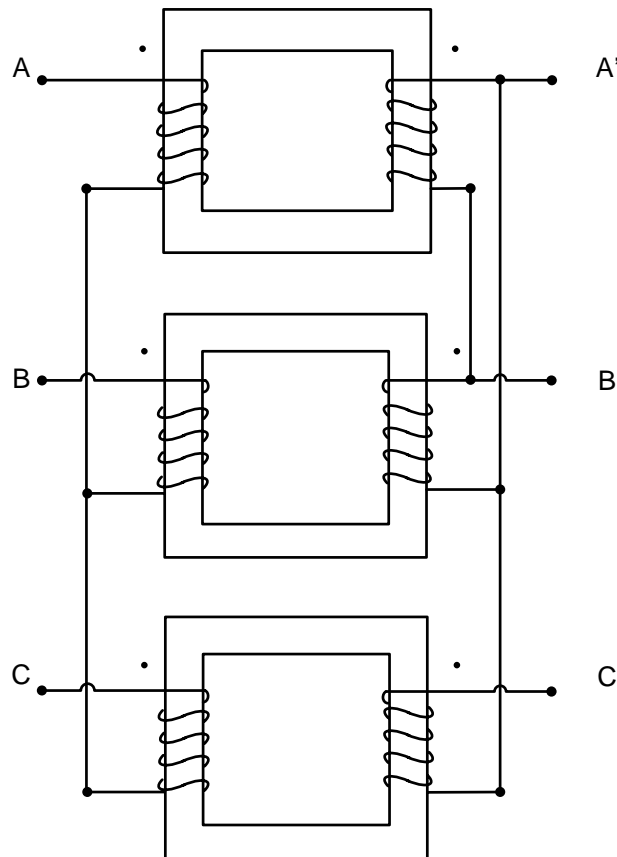
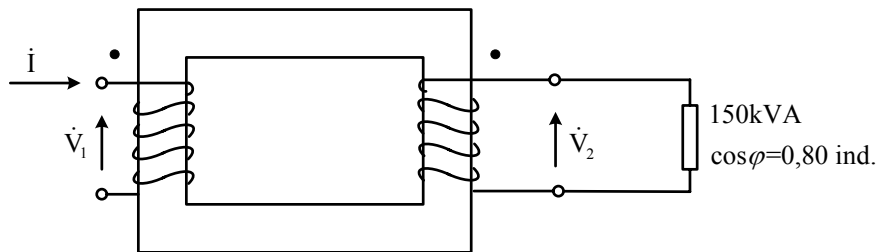

Figura 28 Conexão estrela – triângulo
Figura 29 – Circuito de uma fase
Estes transformadores são utilizados para a montagem de um banco trifásico na ligação estrela – triângulo, como mostra a Figura 28.
- b) Na resolução de um problema envolvendo um banco trifásico de transformadores, convém analisar o que ocorre com apenas um deles, na medida em que os comportamentos dos demais transformadores são idênticos, cuidando-se, no entanto, de considerar as defasagens de + ou -120° entre as fases da tensão e da corrente. Da Figura 28 podemos extrair o circuito correspondente a uma fase, como mostrado na Figura 29 que se segue: